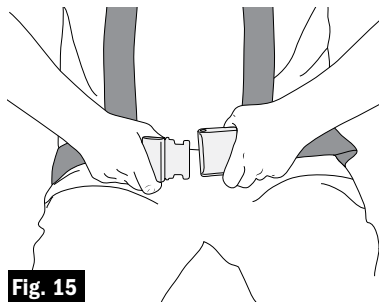

Fig. 15
- b. Insérer la languette dans la boucle jusqu'à l'encliquetage (son « clic ») (fig. 15).